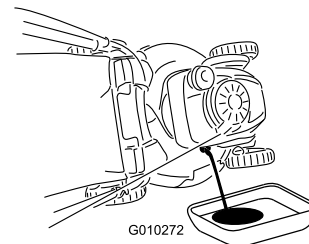

Figure 27
5. Placez un bac de vidange près du côté **droit** de la tondeuse (Figure 27).